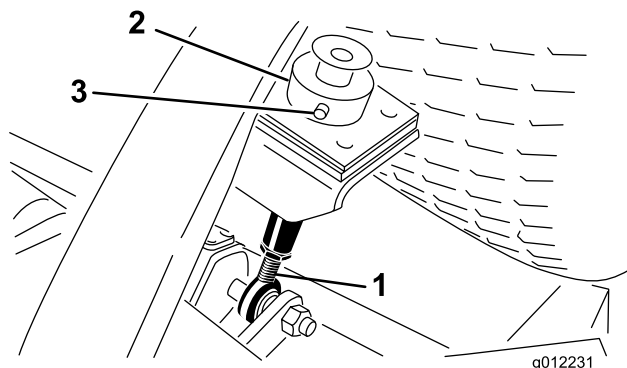

Figura 9
5. Retire el pasador y la chaveta que fijan el collar de ajuste de la altura de corte a la varilla de ajuste de la altura de corte en la parte trasera de la unidad de corte (Figura 9).